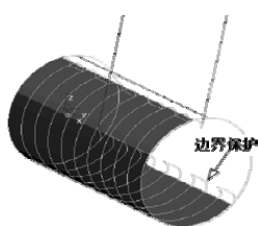

图 1-51 边界保护轨迹
- 1) 保护：在边界处生成保护边界的轨迹，如图 1-51 所示。